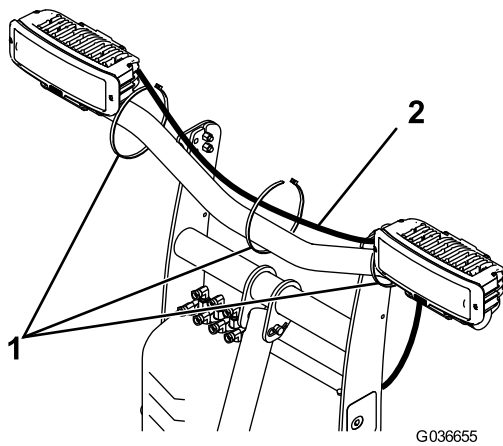

Figure 11
6. Insérez les connecteurs des phares au faisceau de câblage à l'arrière du boîtier de phare (Figure 11).
7. Fixez le faisceau de câblage court à la barre d'éclairage avec 3 serre-câbles, comme illustré à la Figure 11.